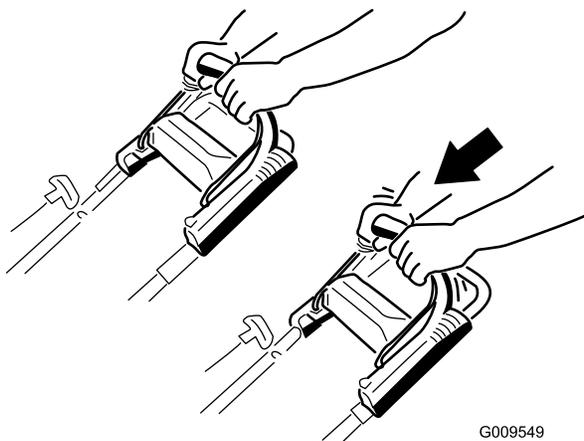

**Figure 14**
2. Appuyez sur le bouton de démarrage électrique (modèle à démarreur électrique uniquement; voir Figure 13) ou tirez la poignée du lanceur (Figure 14).
(Figure 14). Laissez le lanceur se rétracter lentement jusqu'à la poignée.